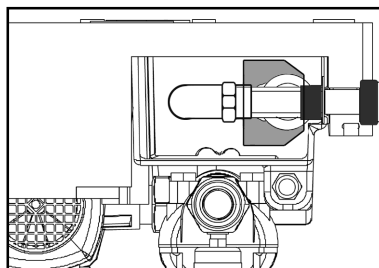

Bild 7
- **Das Schwimmerventil bei der Installation der Trinkwasserleitung nicht verdrehen oder verbiegen, ggf. an den entsprechenden Schlüsselflächen des Schwimmerventils gegenhalten, siehe Bild 7 (schwarz eingefärbt)!**
- Der Auftriebskörper des Schwimmerventils muß senkrecht im Trinkwasserbehälter ausgerichtet sein, siehe Bild 7 (hellgrau eingefärbt)!